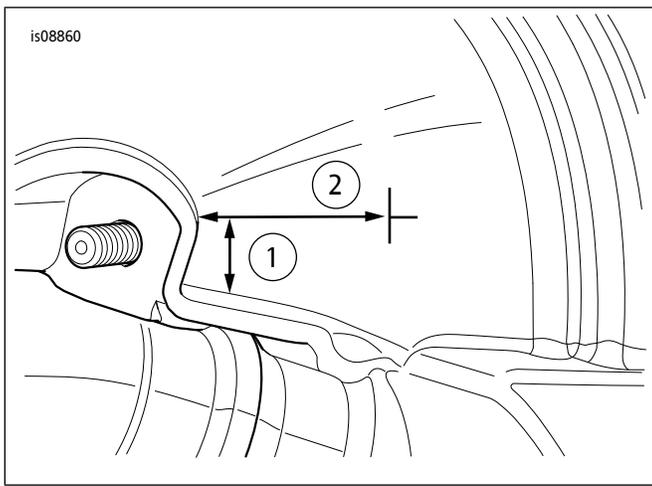

图10。钻孔位置
11. 参见图10。使用遮蔽胶带盖住手套箱背侧的钻孔区域,以防止漆面裂纹或剥落。从下部挡风板盖配合法兰25 mm(1.0 in)向内和9.5 mm(3/8 in)向上测量。标记位置以在此钻孔。在手套箱壁上钻出25 mm(1.0 in)孔。